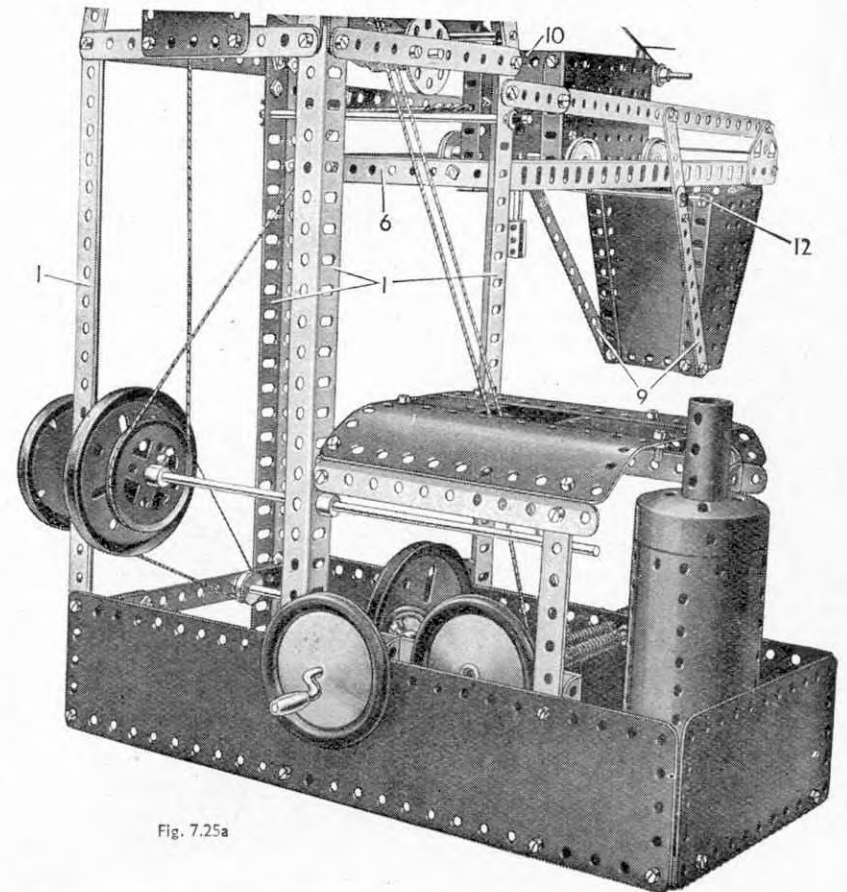

Fig. 7.25a
La base du modèle est constituée par deux plaques-bandes de 25 trous renforcées le long de leurs bords inférieurs par des bandes de 25 trous. La base de la tour consiste en quatre cornières de 25 trous 1 (Fig. 7.25a) boulonnées aux plaques bandes, et les plaques sont réunies l'une à l'autre par une plaque à rebords de 14x6 à l'arrière, et par deux bandes de 11 trous 2 boulonnées aux cornières 1. Les extrémités supérieures des cornières 1 sont réunies par trois bandes de 11 trous 3.
On construit ensuite le chemin de roulement du wagonnet basculant. Il est constitué par deux cornières de 25 trous boulonnées à des équerres fixées à une bande de 11 trous 6 (Fig. 7.25a). Cette bande est boulonnée à la moitié inférieure de la tour. Les cornières sont soutenues par deux bandes 7 formées chacune d'une bande de 5 trous et de deux bandes de 11 trous boulonnées ensemble. Les bandes 7 sont fixées à des embases triangulées plates vissées aux extrémités extérieures du chemin de roulement et elles sont boulonnées à la tour. Les cornières sont réunies par une bande coudée de 90x12 (8).